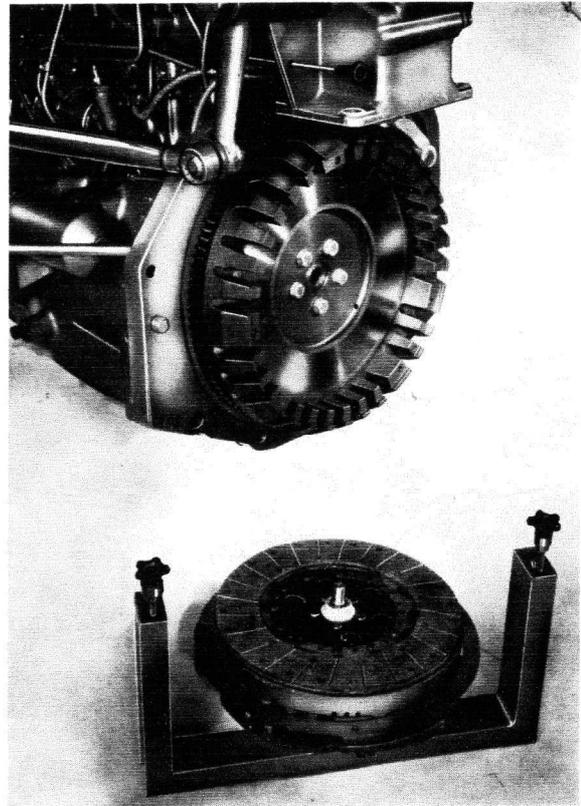
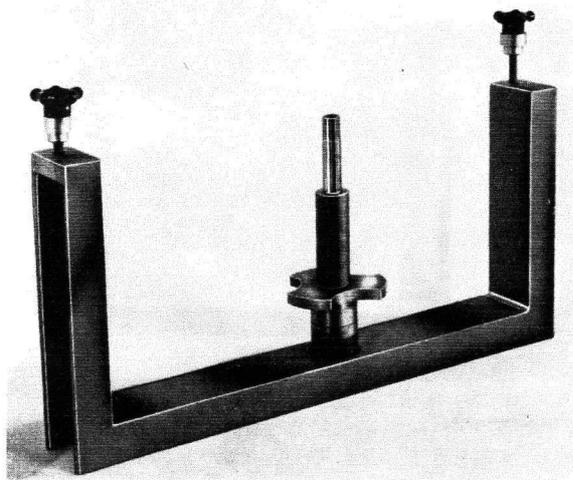

Fig. 9
Fig. 8
comme indiqué sur la figure 8 (1) puis le disque de 11", le moyeu de celui-ci en-dessous (côté embrayage - fig. 9).